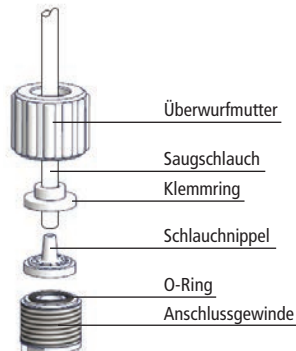

Abb. 3.3 Schlauchanschluss
- Schieben Sie den Schlauch durch die Überwurfmutter und den Klemmring auf den Schlauchnippel, wie in der Abb. 3.3 gezeigt. Achten Sie darauf, dass der Schlauch bis zum Anschlag auf den Schlauchnippel geschoben ist.